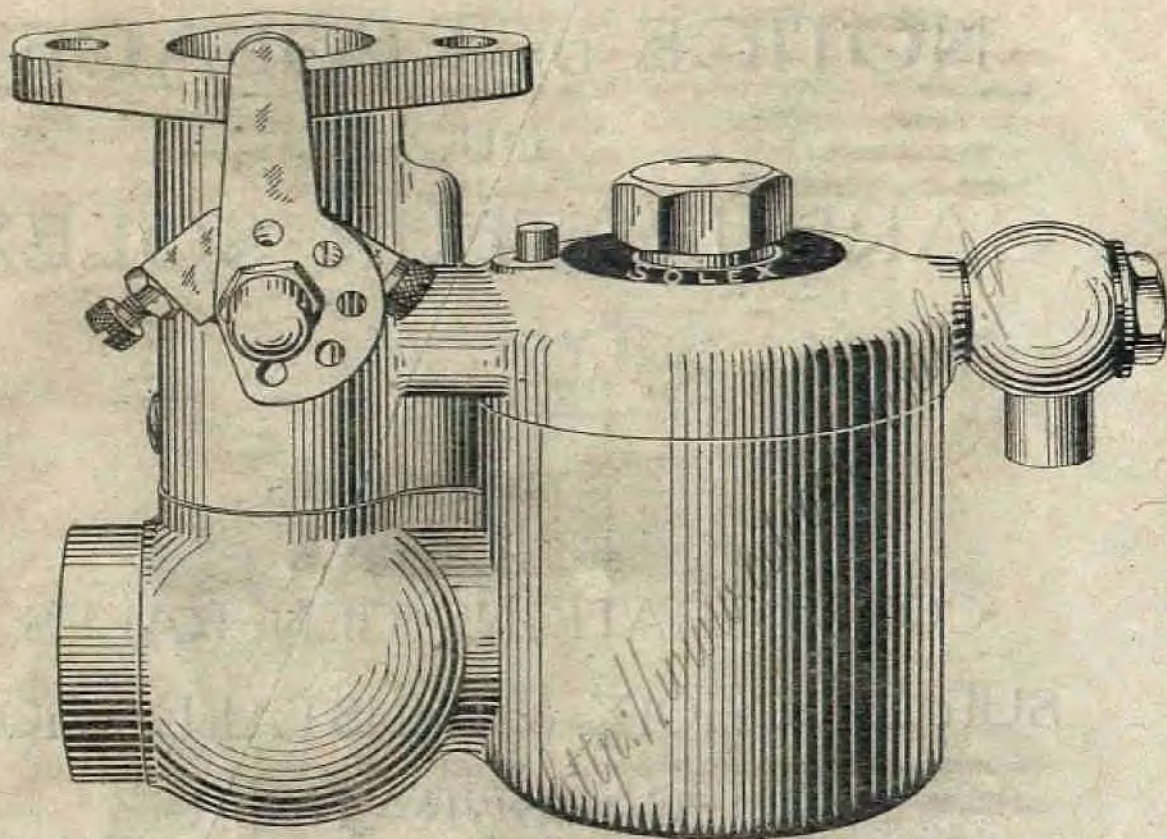

Fig. 1
**LE TYPE MV** (fig. 1) se monte plus généralement sur les moteurs qui comportent une tubulure d'admission.
1° Par sa disposition. Il est horizontal ou vertical (voir fig. 1 et 2);